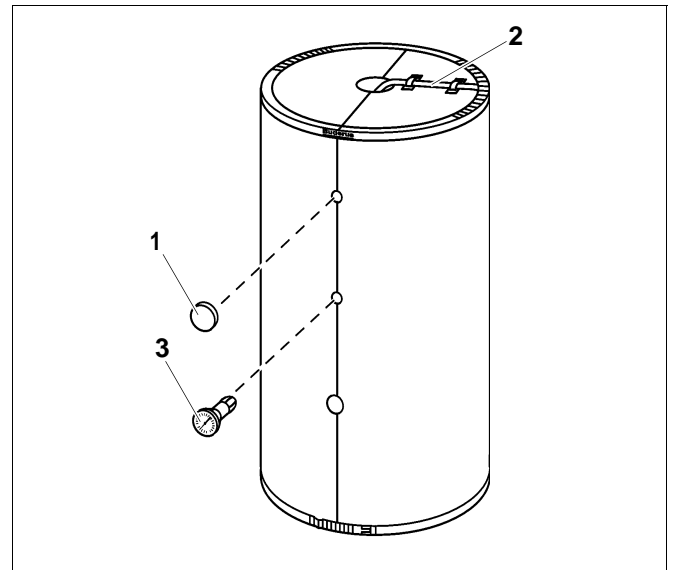

Fig. 11
- Disporre accuratamente le linee delle sonde nelle fascette adesive (fig. 11, pos. 2).
- Applicare schermi autoadesivi termoisolanti sopra le aperture dei pozzetti ad immersione (fig. 11, pos. 1).
In alternativa, nel pozzetto ad immersione può essere inserito come accessorio un termometro (fig. 11, pos. 3).